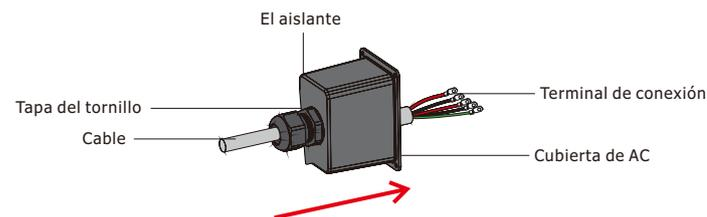

Figura 4.3-4 El cable de AC pasa a través de la cubierta del terminal
Paso 2. Utilizando los terminales en la caja de accesorios, pase el cable de AC a través de la cubierta del terminal. Ver figura 4.3-4.